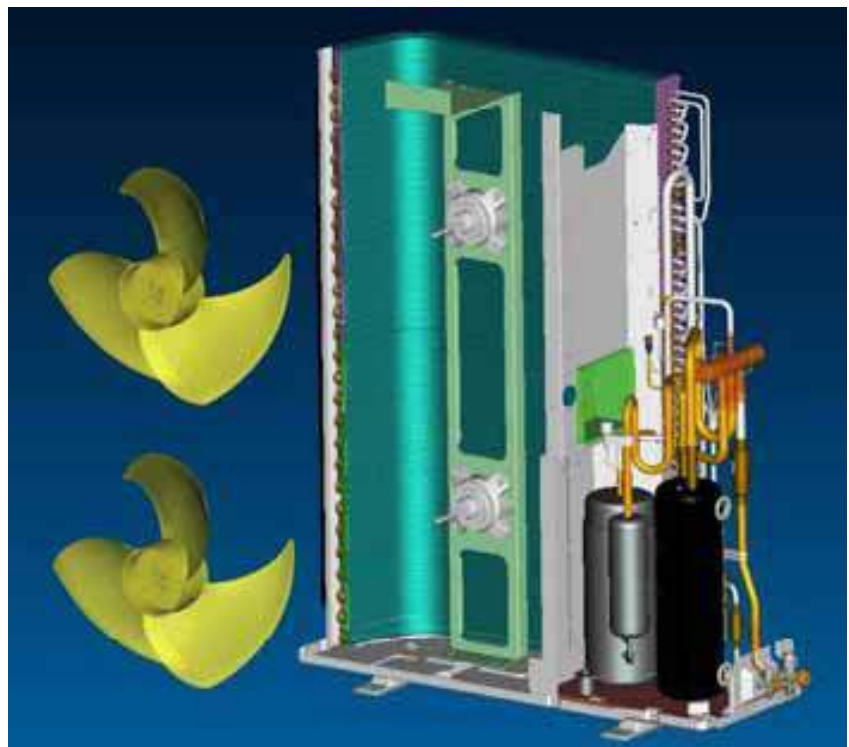

Рис.8
-Открутите гаечную группу и снимите осевой вентилятор (см.рис.8)